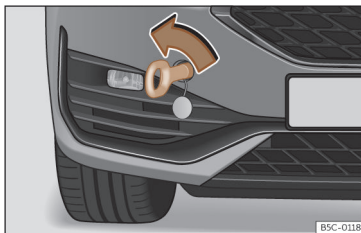

Fig. 216 Parte direita do para-choques dianteiro: argola de reboque enroscada.
- Enrosque a argola de reboque no alojamento girando-a ao máximo **no sentido contrário ao dos ponteiros do relógio** >>> **Fig. 216**, >>> ⌚. Utilize um objeto adequado com o qual possa enroscar completa e firmemente a argola de reboque no seu alojamento.